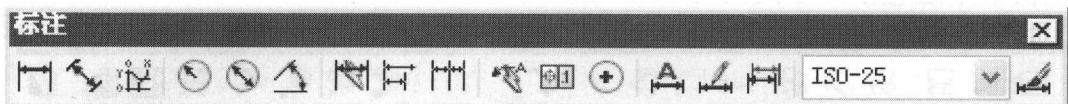

图 1-15 “对象捕捉”工具栏
(6)“标注”工具栏如图 1-15 所示,主要用于对绘制的图形进行尺寸、公差等标注。